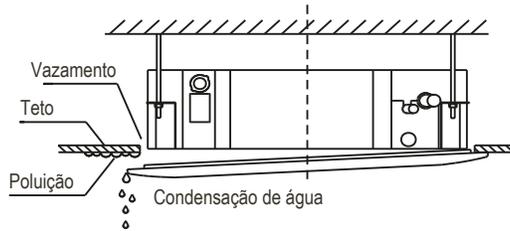

Fig. 4-17
- 3) O mau funcionamento descrito na Fig.4-17 pode ser causado pelo aperto inadequado do parafuso.